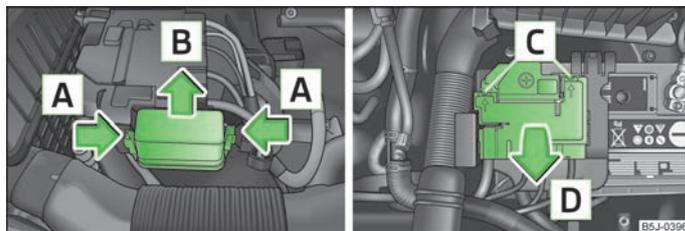

Fig. 141 Batterie du véhicule : cache de la boîte à fusibles
- Appuyez en même temps sur les étriers de fixation du cache du boîtier à fusibles dans le sens de la flèche **A** » fig. 141 et poussez le cache dans le sens de la flèche **B** pour l'enlever.